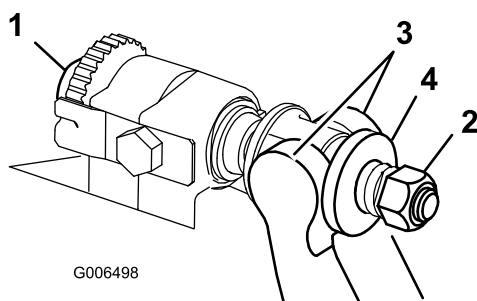

Figura 34
1. Ruotate le viti di regolazione della barra di appoggio in senso antiorario per allontanare la controlama dal cilindro (Figura 34).
2. Allentate il dado di tensione della molla, finché la rondella non sarà più in tensione contro la barra di appoggio (Figura 34).